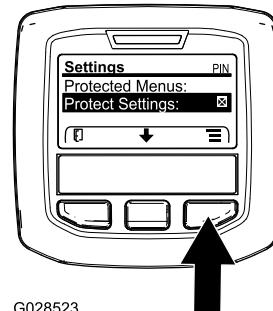

Рисунок 48
1. В MAIN MENU (ГЛАВНОМ МЕНЮ) с помощью средней кнопки прокрутите меню вниз к пункту SETTINGS MENU (НАСТРОЙКИ), и нажмите правую кнопку (Рисунок 48).